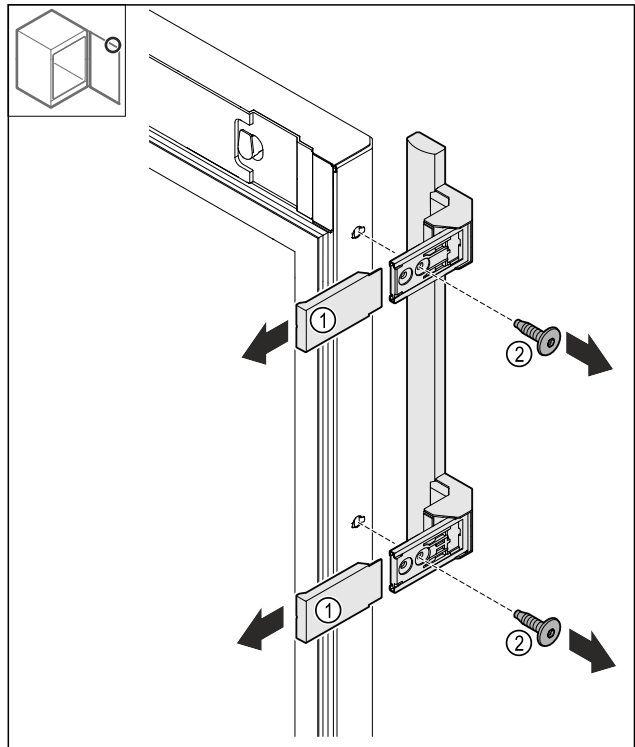

Fig. 24
- ▶ Свалете капците Fig. 24 (1).
- ▶ Разхлабете винтовете Fig. 24 (2).